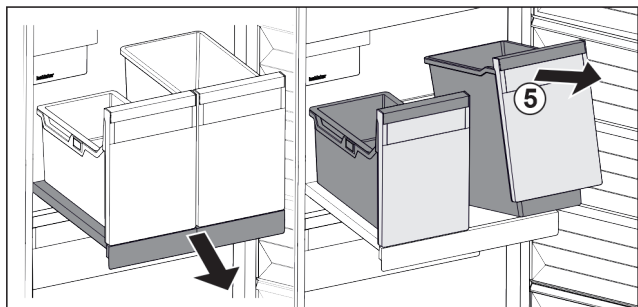

Fig. 123
- ▶ Posodo Fig. 123 (5) dvignite naprej.